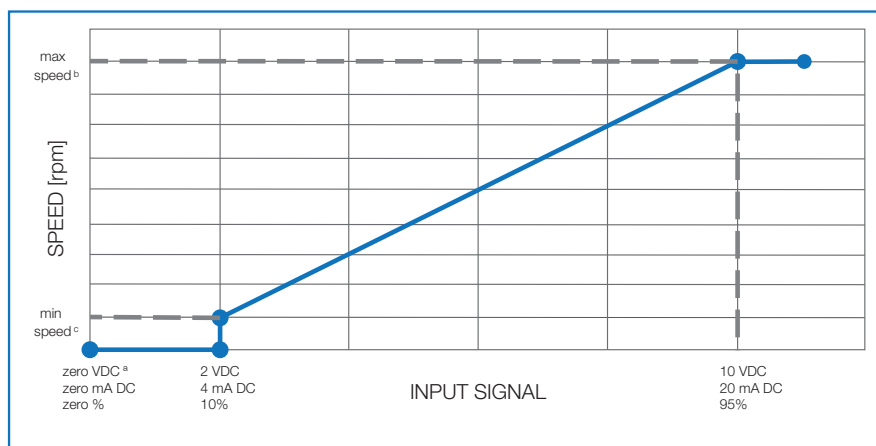

Figura 8 - Referencia de entrada de control
La velocidad de operación de los motores WEG EC puede ser ajustada por señal de tensión CC, señal de corriente CC o señal de frecuencia. La velocidad de operación del motor será conforme la figura 8.
- Conecte las señales de control (ítem 5.2) al controlador de velocidad externo de acuerdo con la Figura 8;
- Gire el CTR en sentido horario (CW) para aumentar la velocidad de operación;